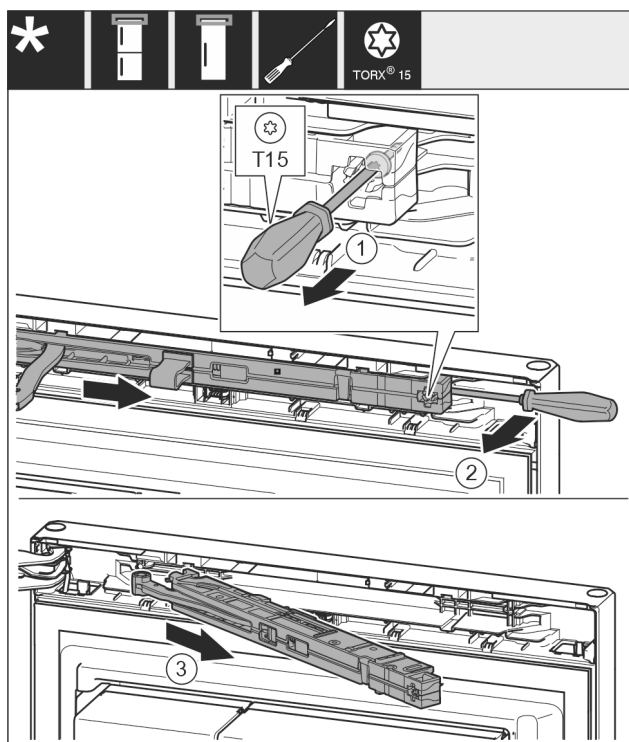

Fig. 8
- ▶ С отвертка T15 отвийте винта на блока на затварящия демпфер с ок. 14 mm. Fig. 8 (1)
- ▶ От страната на дръжката вкарайте отвертка зад блока на затварящия демпфер и завъртете го напред. Fig. 8 (2)
- ▶ Издърпайте блока на затварящия демпфер. Fig. 8 (3)